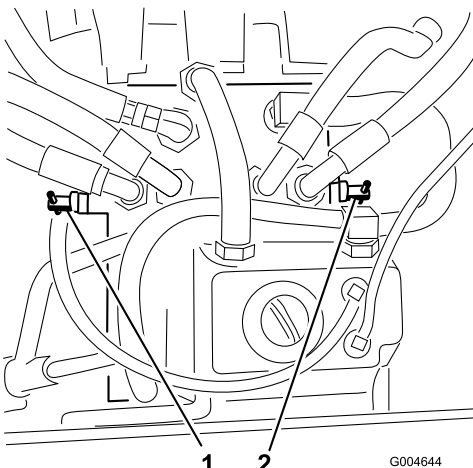

Figura 20
3. Gire **ambas** válvulas de desvío 2 vueltas en el sentido contrario a las agujas del reloj (Figura 20).
Gire cada válvula de desvío en el sentido de las agujas del reloj y apriételas a mano (par de 71 pulgadas-libra (8 N-m)) (Figura 20).